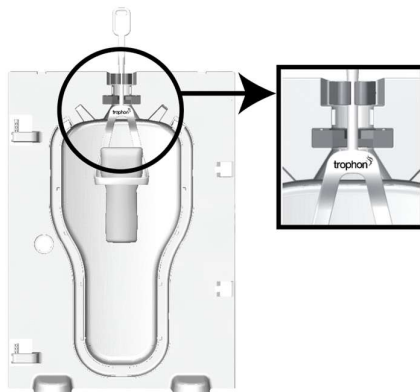

Figure 4
- **WUPH-A** Le trophon Wireless Ultrasound Probe Holder-A (WUPH-A) permet de maintenir une sonde à ultrasons sans fil compatible dans la chambre du trophon. Il peut être utilisé avec le trophon EPR, trophon2 et trophon3 (voir Figure 4 et Figure 5, respectivement).